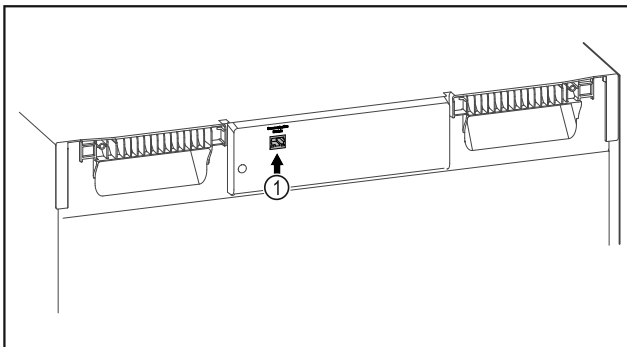

Fig. 99
- Το SmartModule Fig. 99 (1) χρησιμοποιείται.